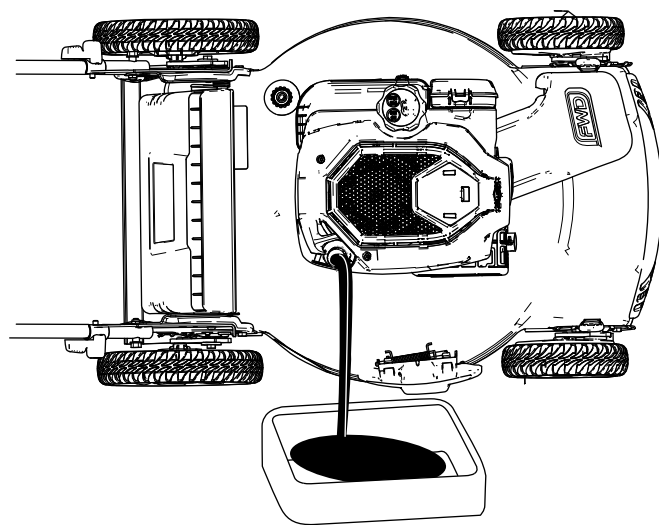

Рисунок 25
4. Для слива отработанного масла через маслозаливную горловину переверните машину набок (чтобы воздушный фильтр был сверху) (Рисунок 25).